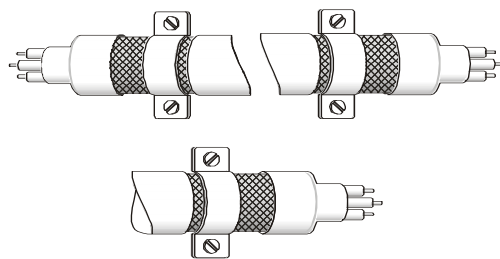

图 2
4. 电机线的隔离铜网与金属平面的连接方式需正确，应将电机线两端的隔离铜网使用 U 型金属配管支架与金属平面固定，正确连接方式请见图 2 中的连接方式。